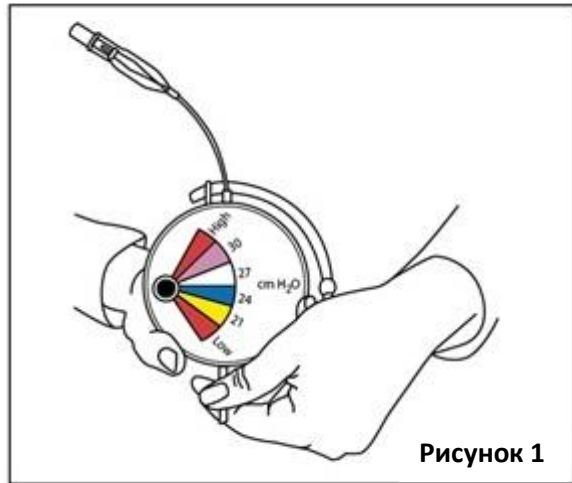

Рисунок 1
- 1.2. Включите Cuffix, потянув за полосу [Рисунок 1].